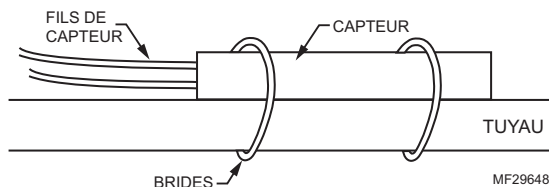

Fig. 1. Fixer le bulbe au tuyau.
2. Fixer le bulbe sur le tuyau à l'aide des brides. Voir la Fig. 1.